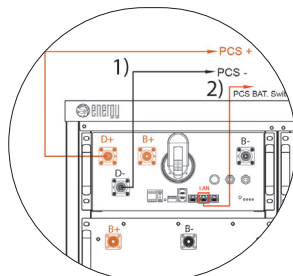

Fig. 5.27
- Alimentazione DC da BMS ai morsetti del convertitore di potenza (cavo a connettore rapido arancione installato di fabbrica sui sezionatori DC del rack PCS, 1-Fig. 5.27).
- Collegamento LAN con Switch batterie a bordo del rack PCS (usare il cavo in dotazione con il rack, 2-Fig. 5.27).